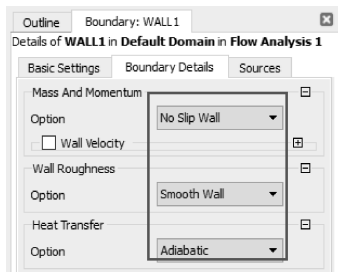
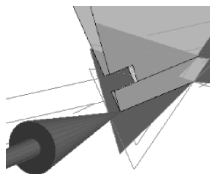

图 11-102 墙壁面 1 设置
图 11-103 墙壁面 1 的设置效果
(6) 在工具栏中单击边界条件 ，从弹出的【Insert Boundary】中，输入名称为“WALL1”确定，【Basic Setting】→【Boundary Type】= Wall，【Location】= WALL1，【Boundary Details】→【Mass And Momentum】→【Option】= No Slip Wall，【Heat Transfer】→【Option】= Adiabatic，其他默认，单击【OK】关闭任务窗口，如图 11-102、图 11-103 所示。